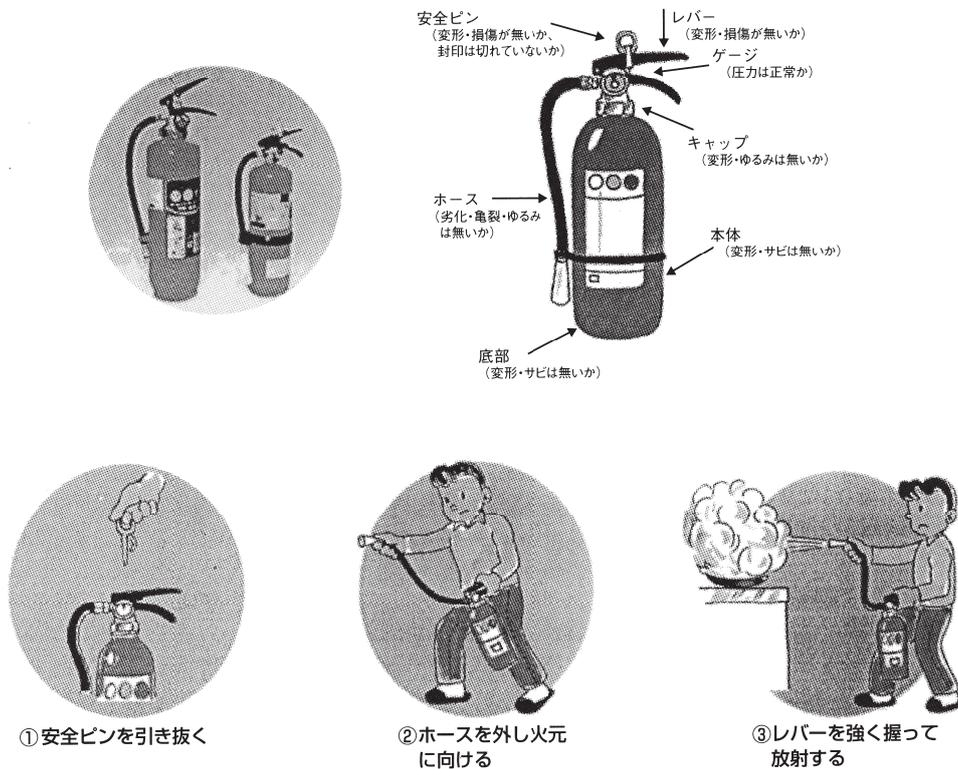

図1 消火器の使い方
- (f) 消火器の設置場所と使い方を予め把握しておき、いつでも対応できるようにしておく。廊下にある消火器は A（普通火災）、B（油火災）、C（電気火災）対応の粉末消火器である（使用法は次ページの図 1 参照）。一部の実験室には炭酸ガス消火器がある。それぞれの特徴や使用法の詳細は「安全のための手引き」中の表を参照すること。